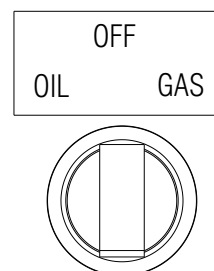

Fig. 36
- il selettore combustibile in posizione **"GAS"** (Fig. 36).